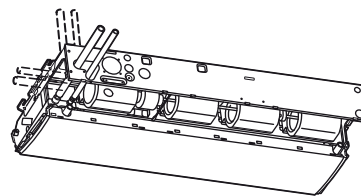

Fig. 3-19
- Le posizioni di collegamento dei tubi del refrigerante sono mostrate nella figura qui sotto. Le tubazioni possono venire messe in posa in 3 direzioni diverse. (Fig. 3-19)
- \* Se il tubo flessibile di scarico viene steso sul lato sinistro, consultare la Fig. 3-19 e seguire la procedura descritta per installare il tubo flessibile. Riattaccare l'arresto in gomma tolto in precedenza sul lato destro.